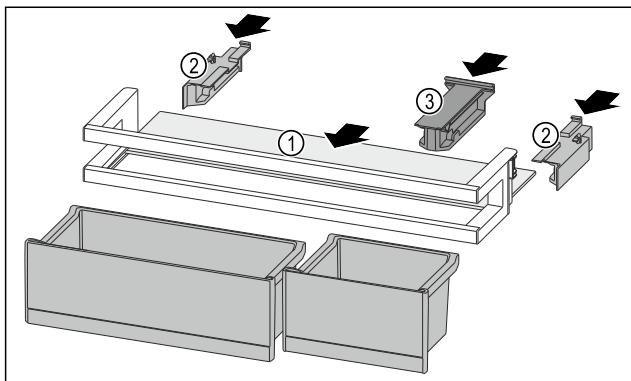

Fig. 95
- ▶ Policu za odlaganje Fig. 95 (1) gurnite u bočne otvore.
- ▶ Umetnite bočne dijelove Fig. 95 (2).
- ▶ Umetnite pridržni dio Fig. 95 (3).